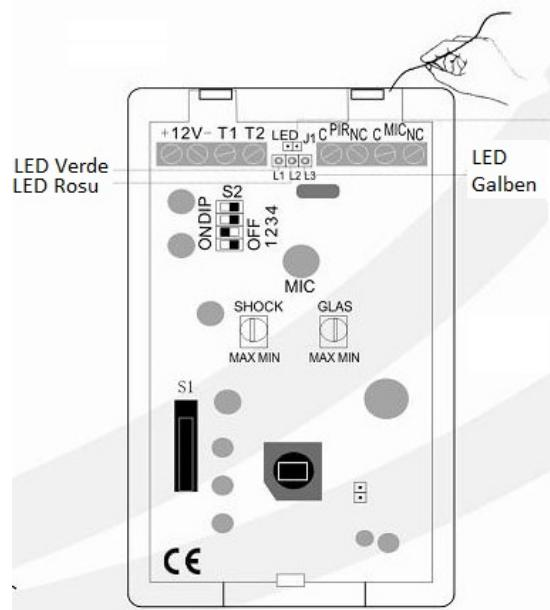

Fig. 4
4. Conectati firele la conectorii de pe placa (fig. 4)
Montati echipamentul de test cat mai aproape de geam si porniti-l. verificati faptul ca LED-urile verde si galben sa aprind pentru a transmite alarma. Ajustati inaltimea de instalare sau sensibilitatea detectorului.(Fig. 4)